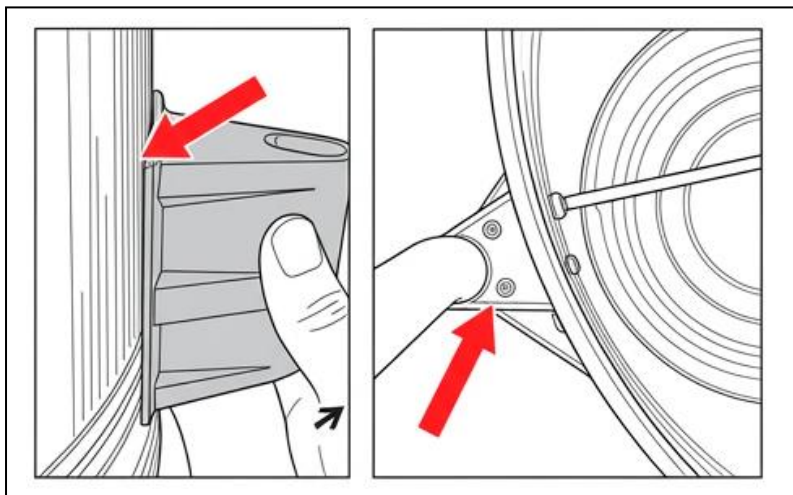

Рис. 6
10. Подключите вилку к розетке и установите выключатель в «I» (рис. 6). По окончании работы установите «О» и выньте вилку.